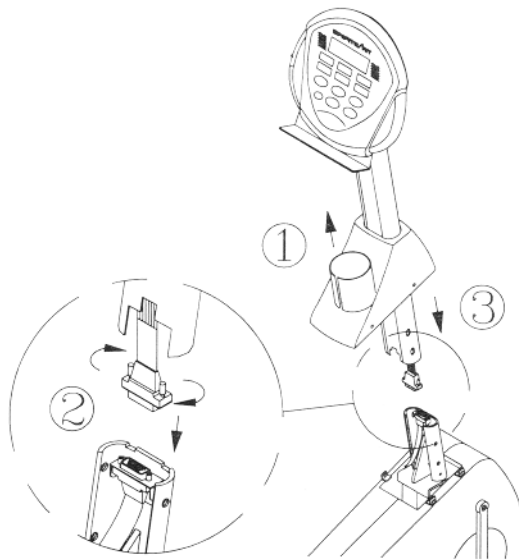

Fig.1
3. Pak de 16 pins kabel connector die in de stuurstang zit en verbind deze met de connector die in het frame zit. Sluit de connectors op elkaar aan door de draaiknoppen tegen de klok in te draaien (zie fig. 1).